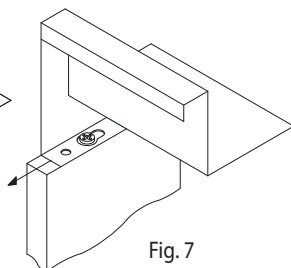

Fig. 7
- Empurre a pia em direção a parte traseira do balcão ou móvel (Fig. 7 e 8).